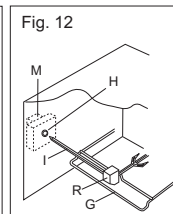

Fig. 12
- Introduire en support G complètement dans le four en sorte que la barre I entre dans le plot H du moteur M de tournebroche (fig. 12).